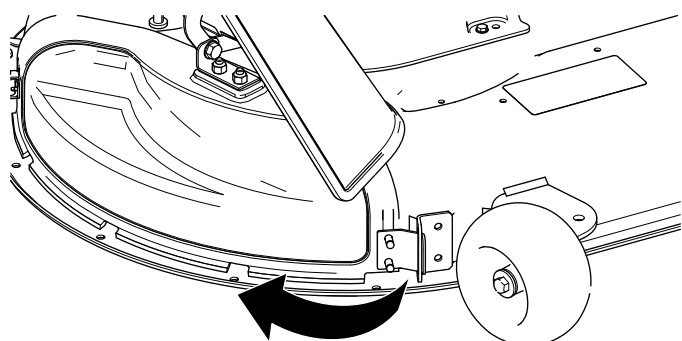

**Figura 2**
2. Inclinate la linguetta metallica presente sul coperchio dello scarico per inserirla nella fessura nella staffa saldata sul piatto di taglio (Figura 2).